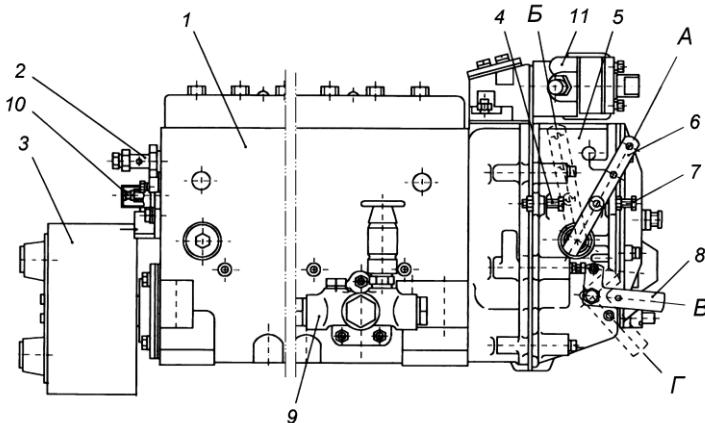
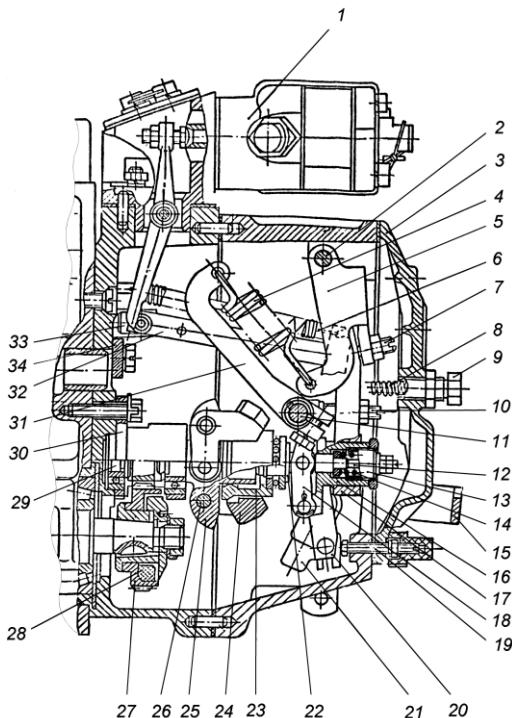

Рис. 20. Топливный насос высокого давления модели 173:
Рис. 22. Регулятор частоты вращения:
Топливный насос в сборе показан на рис. 20. С топливным насосом высокого давления в одном агрегате объединены регулятор частоты вращения 5, топливоподкачивающий насос 9 и демпферная муфта 3.
Связь секций с регулятором частоты вращения осуществляется через рейку. Рейка топливного насоса перемещается в направляющих втулках, запрессованных в корпусе насоса. На выступающем из насоса конце рейки имеется болт 10 (рис. 20), которым она упирается в защитный колпачок при положении рейки перед пуском двигателя. При вывертывании болта из рейки пусковая подача уменьшается.
Регулятор частоты вращения 5 (рис. 20) механический всережимный прямого действия с повышающей передачей на привод грузов, предназначен для поддержания заданного водителем скоростного режима работы двигателя путем автоматического изменения количества подаваемого топлива в зависимости от изменения нагрузки на двигатель. Кроме того, регулятор ограничивает максимальную частоту вращения двигателя и обеспечивает работу двигателя в режиме холостого хода. Регулятор имеет устройство для выключения подачи топлива в любой момент независимо от режима работы двигателя. Автоматически поддерживая скоростной режим при изменяющихся нагрузках, регулятор обеспечивает экономичную работу двигателя. Устройство регулятора частоты вращения показано на рис. 22.
На валик напрессована державка грузов 25 (рис. 22), на осях 26 которой находятся грузы 24. Грузы своими роликами упираются в торец муфты 23, которая через упорный подшипник
Муфта 23 с упорной пятой 22 в сборе одним концом опирается на направляющую поверхность державки, а за второй конец подвешена на рычаге 18 отрицательного корректора, закрепленном на втулке 16 отрицательного корректора. Пята муфты грузов связана через узел отрицательного корректора с рычагом рейки 20 и через тягу 32 с рейкой топливного насоса. К верхней части рычага рейки присоединена пружина 6 рычага рейки, удерживающая рейку насоса в положении, соответствующем максимальной подаче, что обеспечивает увеличенную подачу топлива при пуске двигателя. В нижнюю часть рычага рейки запрессован палец, который входит в отверстие ползуна кулисы 21. Вал 11 рычага регулятора жестко связан с рычагом управления 6 (рис. 20) и рычагом пружины 31 (рис. 22). Перемещение рычага управления регулятором ограничивается двумя болтами 4 и 7 (рис. 20). За рычаг пружины 31 (коротким зацепом) (рис. 22) и двуплечий рычаг 5 (длинным зацепом) зацеплена пружина регулятора 4, усилие которой передается с двуплечего рычага на рычаг регулятора через винт - 7 двуплечего рычага. В рычаг регулятора ввернут регулировочный болт 10, который упирается в вал рычага пружины и служит для регулировки номинальной подачи топлива. В нижней части рычага регулятора расположено корректирующее устройство (12,13,14,16,18) с отрицательным корректором, предназначенного для формирования внешней скоростной характеристики ТНВД и крутящего момента двигателя. Рычаг регулятора снабжен боковой накладкой, удерживающей втулку 16 обратного корректора и упорную пяту 22 от проворота. Кроме того, хвостовик болта крепления боковой накладки, входя в боковой продольный паз втулки предохраняет ее от выпадания из расточки рычага. Упор 34, закрепленный на корпусе регулятора, не позволяет рычагу пружины 31 опасно приближаться к врачающимся грузам. Для полного выключения подачи топлива служит механизм останова, состоящий из кулисы 21, скобы 15 и возвратной пружины. Во время работы кулиса прижата усилием возвратной пружины к регулировочному винту 19.
1. Минимальная частота вращения холостого хода регулируется болтом 7 (рис. 20) и корпусом буферной пружины 9 (рис. 22);
2. Максимальная частота вращения холостого хода (начало выброса рейки) регулируется болтом 4 (рис. 20).
3. Номинальная мощность (подача) регулируется болтом 10, подрегулируется винтом 19 (рис. 22).
4. Предварительное натяжение пружины (разность оборотов конца и начала выброса рейки) регулируется винтом 7 (рис. 22).
5. Подача топлива при 500 мин^{-1} регулируется гайкой обратного корректора 12 (рис. 22):
6. Предварительное натяжение пружины обратного корректора (обороты начала срабатывания корректора) регулируется корпусом корректора 13 (рис. 22).